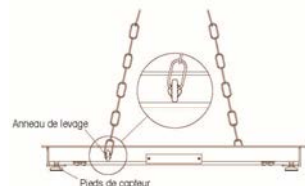

Figure 1 Méthodes de levage
2. Installez les deux anneaux de levage inclus dans les côtés de la balance au sol, voir la Figure 1.